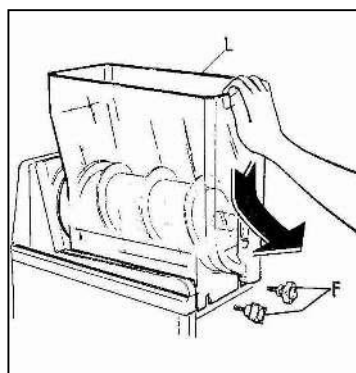

Fig. 11
- Dévisser et retirer les pommeaux (fig.11)
-Abaisser délicatement le bac comme le montre la figure 11 tout en le tirant vers l'extérieur afin de pouvoir le libérer de son logement.